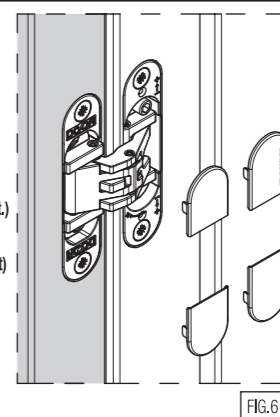

FIG.6
***Applicare le mostrine (fig.6). Attenzione: le 2 mostrine più piccole vanno sul lato "DOOR".**
***Anbringung der vorderen Abdeckungen (siehe Abb.6). Achtung: Die 2 kleineren Abdeckplatten kommen auf die Seite "DOOR".**
***Application of the frontal coverings (fig.6). NB: the 2 smaller covers should go on the "DOOR" side.**
***Insérer les caches de finition (fig.6). Attention : les 2 covers les plus petits doivent être mis du côté "DOOR".**
***Plaats de plastic covers op het scharnier (fig.6). Pas op: de 2 kleinere afdekplaatjes komen op de zijde "DOOR".**
***Установить наличники (рис.6). Внимание: 2 декор.коплатка меньшего размера на стороне двери.**
***Montaż nakładek (rys.6). UWAGA: Dwie mniejsze nakładki są przeznaczone na część skrzydłową zawiasu.**